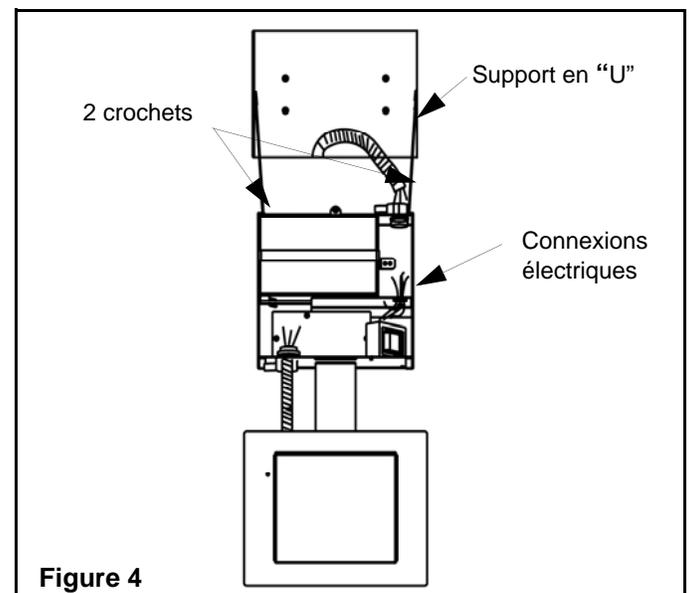

Figure 4
Installation de l'appareil dans le mur (Figures 4 et 5)
1. suspendre l'unité à l'envers du support en " U " à l'aide des crochets de métal (voir la Figure 4). Ne pas suspendre l'unité directement aux extrémités de la cloison sèche, car cela pourra endommager la cloison sèche.